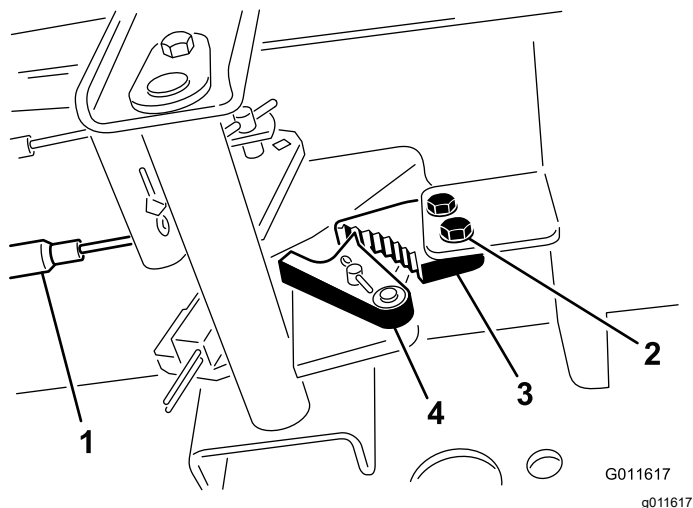

Рисунок 109
3. Нажимайте педаль тормоза вперед до тех пор, пока фиксатор тормоза не войдет полностью в зацепление с защелкой тормоза (Рисунок 109).
2. Ослабьте два винта крепления защелки стояночного тормоза к раме (Рисунок 109).